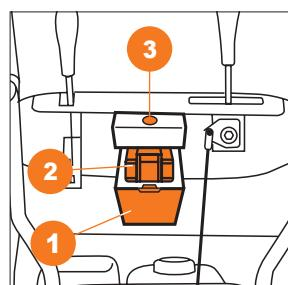

Рис. 15
- Убедитесь в верном расположении аккумулятора и его контактов, установите аккумулятор 2 в разъем, закройте крышку 1, закрепите её винтом. При верном подключении загорится подсветка кнопки старта 3 (Рис. 15).